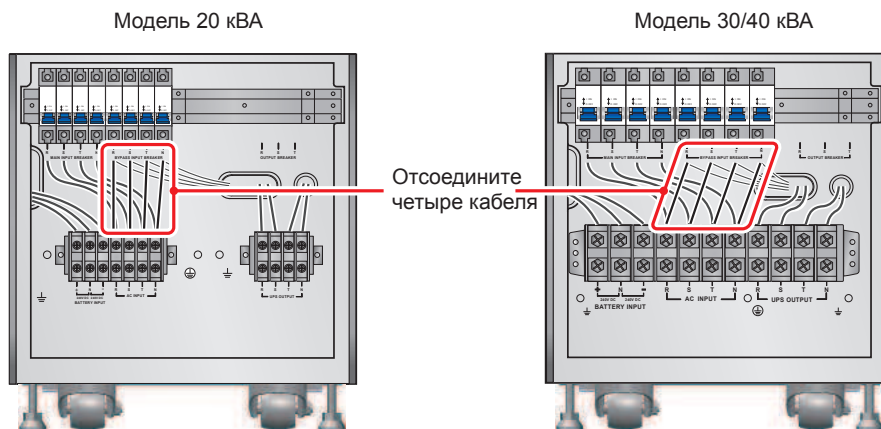

Рис. 6-7. Отключение четырёх кабелей, соединяющих блок зажимов сетевого входа с входным размыкателем байпаса
- Или удалите четыре кабеля, соединяющие блок зажимов сетевого входа и входной размыкатель байпаса (см. **рис. 6-7**). Подключите кабели сети переменного тока R, S, T и N к входному размыкателю байпаса.